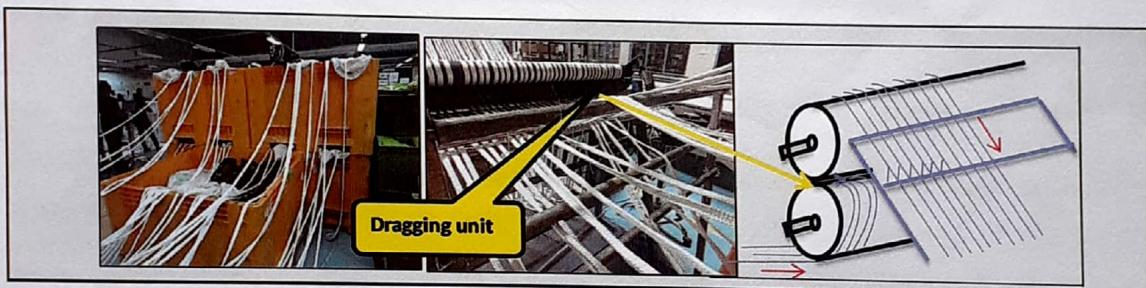

Figure 36
- මෙහි දී Bin වලින් ලබා ගත්තා Braids Ends Braids Movin Rack එකෙහි උඩ සිට පිළිවෙළම යෝල ගරු දුරකා Dragin Unit එක වෙත ලබා ගන්න. (Figure 36,බලන්න).